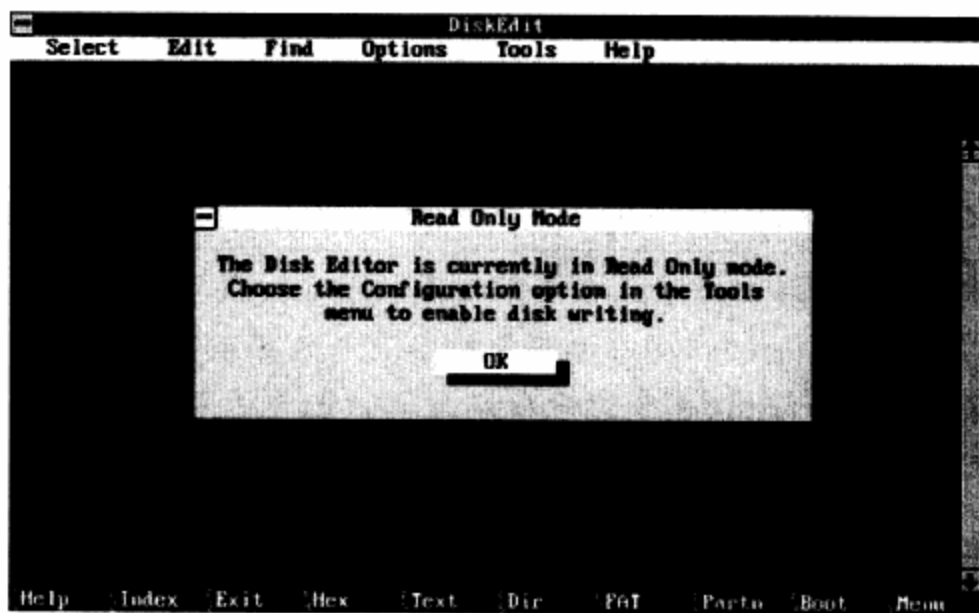

图9-38 DiskEdit界面
**步骤 01** 在DOS下运行DiskEdit程序，如图9-38所示。